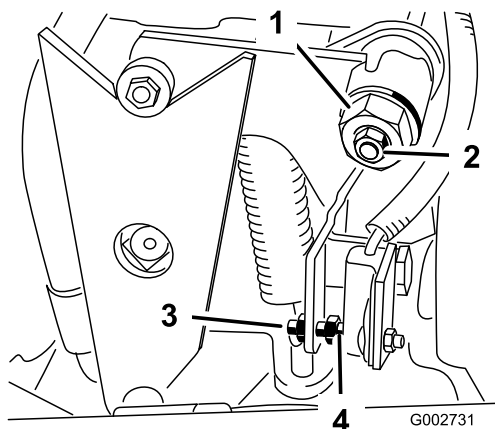

Figura 33
4. Allentate il dado di bloccaggio sulla camma di regolazione della trazione (Figura 33).
5. Avviate il motore e girate in entrambe le direzioni l'esagono della camma (Figura 33) per stabilire la posizione centrale del range di folle.
3. Regolate la vite fino ad ottenere un traferro di 1,5 mm \pm 0,8 mm (Figura 33).